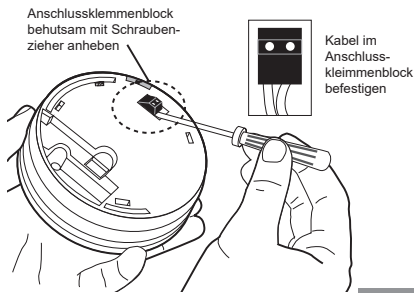

Abb. 14b
5. Schrauben Sie die beiden Kabeladern im Anschlussklemmenblock fest (siehe Abbildung 14b).